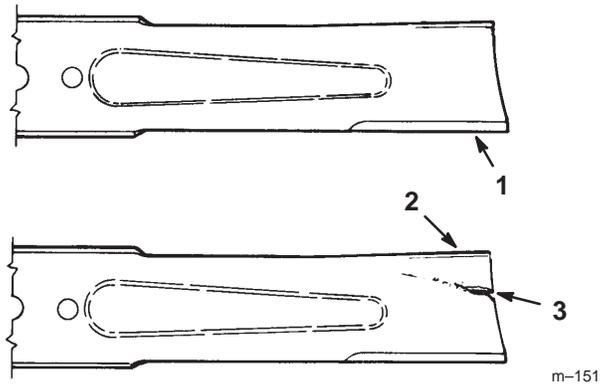

Figure 32
2. Inspectez les tranchants des lames (Fig. 32). Si elles ne sont pas tranchantes ou si elles présentent des indentations, déposez et aiguisés les lames (voir Aiguisage des lames, page 30).
3. Inspectez les lames, surtout la partie incurvée (Fig. 32). Remplacez immédiatement toute lame endommagée, usée ou qui présente une entaille (Fig. 32).